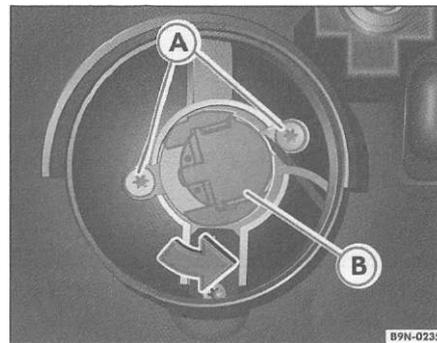

Fig. 123 Acesso à lâmpada do farol baixo
- Gire o soquete da lâmpada => fig. 123 (b) no sentido da seta para removê-lo => A-
- Gire o soquete da lâmpada => fig. 123 (b) no sentido horário, até o batente, de forma a que as abas do soquete da lâmpada fiquem por baixo das fixações (A).